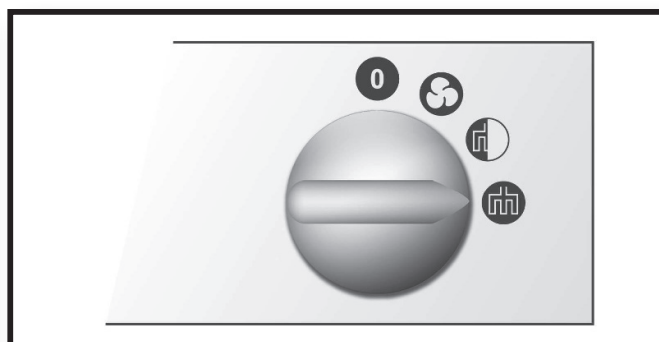

Fig. 7
- ▶ Ngrohje e shkallës së dytë – fig. 7